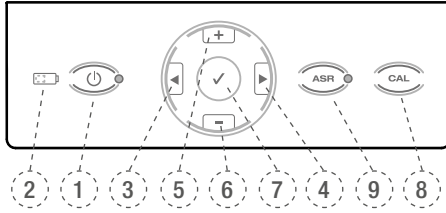

Fig. 4 Panel de teclado
- para operar el micromotor, también existe la posibilidad de pulsar y mantener presionada la tecla **CONFIRMAR** ✓ (7), Fig. 4 durante 1,5 segundos. El micromotor puede ser detenido pulsando una tecla cualquiera o el pedal. Cuando se pulsa la tecla **CONFIRMAR** ✓, el micromotor se detiene automáticamente después de 5 minutos sin uso para conservar la carga de la batería.
Pulse la tecla **ON/OFF** para desconectar el aparato. El LED de la batería (2), Fig. 4 no se encenderá, a menos que la batería se esté cargando.
- Mantenga presionada la tecla **CAL** (8), Fig. 4.